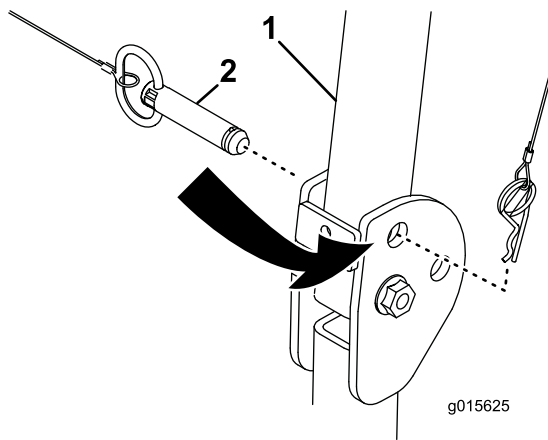

図 11
1. ROPSの右側をピボットブラケットに固定しているヘアピンコッターとピンを取り外す。 図 11